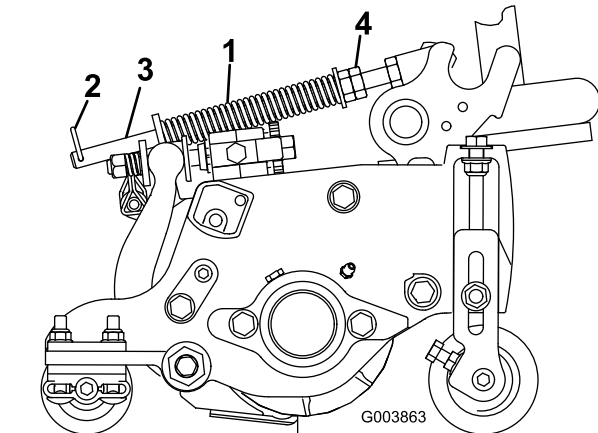

Figure 19
Le ressort de compensation (Figure 19) transfère aussi le poids du rouleau avant au rouleau arrière. (Cela évite la formation d'ondulations à la surface de la pelouse.)
1. Vérifiez que la goupille fendue est insérée dans le trou de la tige de ressort (Figure 19).
2. Serrez les écrous hexagonaux à l'extrémité avant de la tige de ressort jusqu'à ce que la longueur du ressort comprimé soit égale à 15,9 cm (Figure 19).